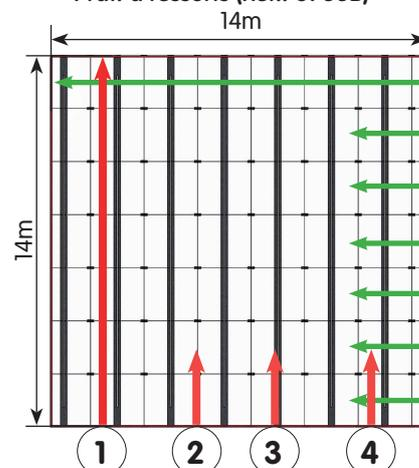

Figure 4 - Moquette complète
- Praticable 13 x 13m (Réf.: 6565K, 6777D & 6777D/DE) : lés latéraux de 3,52m de large (1') et (4') (voir Fig. 4 à 6).
**2/ RENOUELER L'OPÉRATION POUR LE SECOND GRAND ROULEAU, PUIS DÉROULER LES LÉS CENTRAUX (2) ET (3) OU (2') ET (3') AU MILIEU DES 2 AUTRES.**
- Praticable à plots 13 x 13m (Réf.: 6565K) : la moquette complète dépasse de 20cm tout autour de la mousse (voir Fig. 4 & 5).
- Praticable à ressorts 14 x 14m & 13x13m (Réf.: 6775D, 6777D, 6775D/DE & 6777D/DE) : la moquette complète ne dépasse pas de la mousse (voir Fig. 1 & 3 pour le praticable 14x14m, Fig 4 & 6 pour le praticable 13x13m).